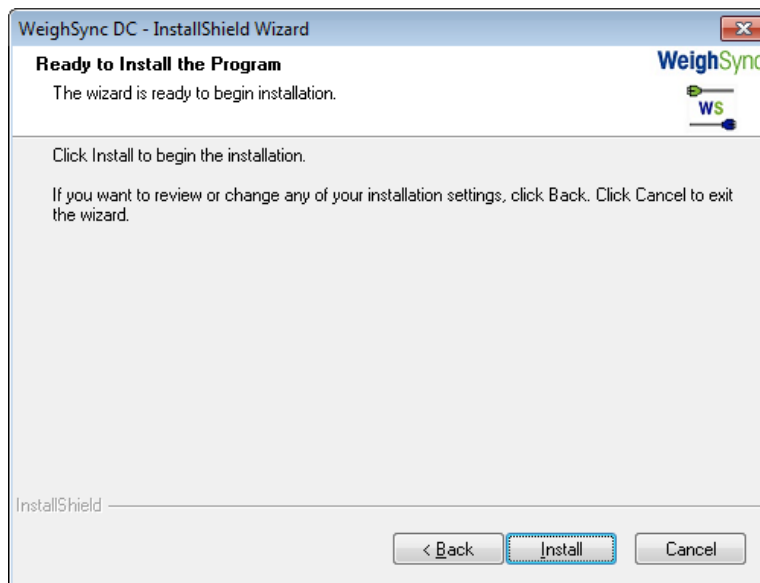

Figure 1-6 : Prêt à l'installation
6. Sur l'écran qui apparaît (Figure 1-6), cliquez sur **Installer**.